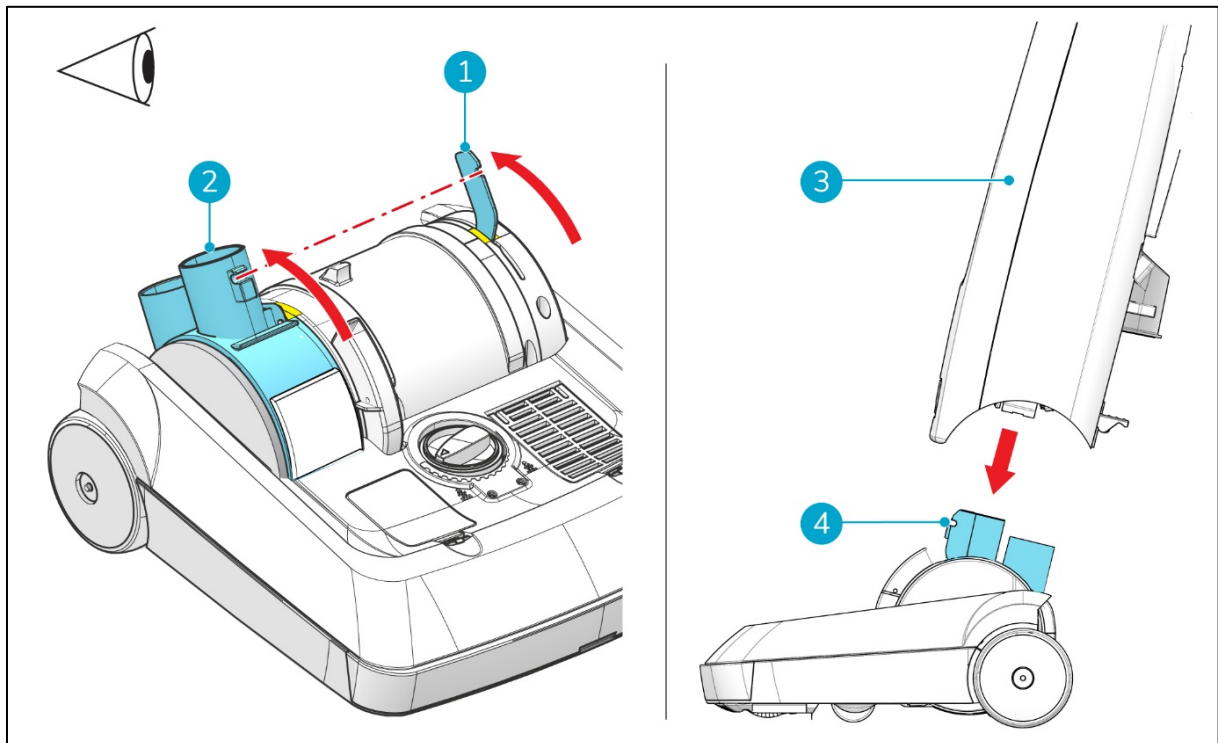

Afbeelding 7
1. Verwijder de duimschroef (Afbeelding 7, pos 3).
2. Houd de trekontlasting van de kabel (Afbeelding 7, pos 4) bij de hand.
3. Maak de vergrendeling los (Afbeelding 7, pos 2).
4. Plaats het handvat (Afbeelding 7, pos 1) in de handvatopening (Afbeelding 7, pos 5).
5. Plaats de duimschroef (Afbeelding 7, pos 3) in de trekontlasting van de kabel (Afbeelding 7, pos 4).
6. Draai de duimschroef vast (Afbeelding 7, pos 3).
7. Maak de vergrendeling vast (Afbeelding 7, pos 2).